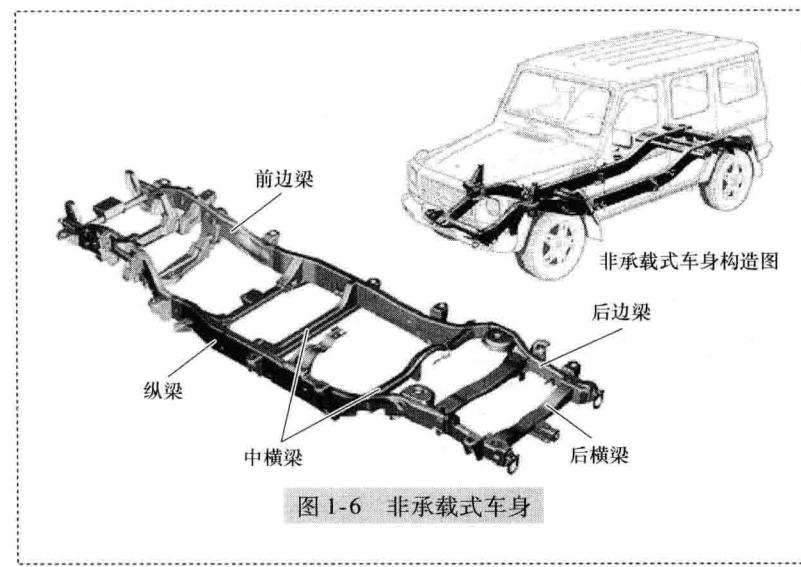
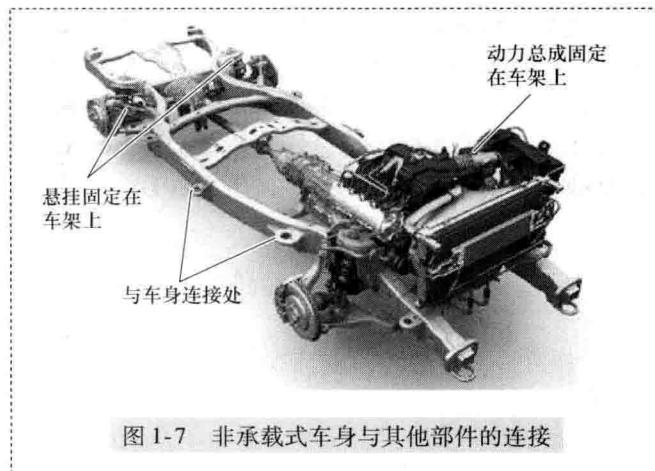

图 1-6 非承载式车身
图 1-7 非承载式车身与其他部件的连接
(1) 非承载式车身的特点 图 1-6 所示为非承载式车身。采用承载式车身的汽车，其发动机、传动系统、车身的总成部分是固定在一个刚性车架上，车架通过前后悬架与车轮相连，如图 1-7 所示。非承载式车身与车架通过弹簧或橡胶垫柔性连接在一起。在这种情况下，安装在车架上的车身对车架的紧固作用不大。而车架则承受发动机及底盘各部件的重力、这些部件工作时通过其支架传递的力以及汽车行驶时由路面通过车轮和悬架传来的力，其中悬架传来的力对车架或车身影响最大。图 1-8 中车架上圈出的部位为车架刚度较小的部位，主要用来缓冲和吸收来自汽车前端或后端的碰撞能量。车身通过橡胶件固定在车架上，橡胶件同样能减缓从车架传至车身上的振动效应。遇有强烈振动时，橡胶垫上的螺栓可能会损坏，并导致车架与车身间出现间隙。由于振动的大小和方向不同，可能会出现车架受到损伤而车身却没有损伤的情况。